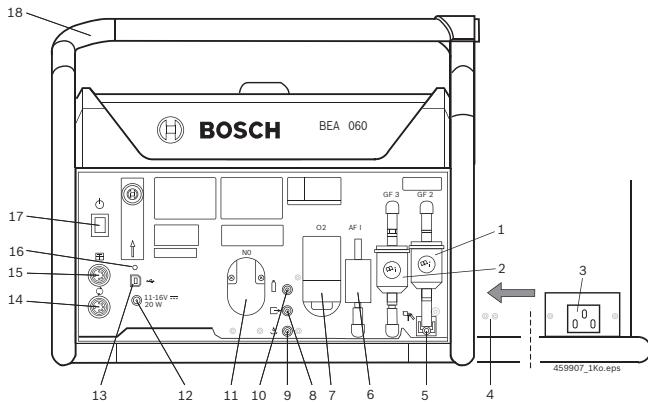

Fig. 1: BEA 060
! BEA 060 kan også forsynes med spenning fra kjøretøyets batteri med tilkoblingsledningen for sigarettennerkontakten (ekstrautstyr) (tilkobling, se fig. 1, pos. 12).
- Plugg strømtilkoblingsledningen inn i BEA 060 og fest den i hullene med kabelfester til strekkavlastningen for strømtilkoblingsledningen (fig. 1, pos. 4).
- LED (fig. 1, pos. 16) blinker vekselvis oransje og grønt.
→ LED (fig. 1, pos. 16) slukker, BEA 060 er slått av.